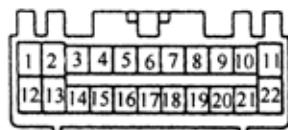

图 9-269
(3) 检查线束(TVSSECU 行李箱门锁总成)，如图 9-269 所示。